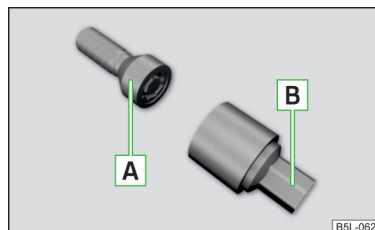

Fig. 245
Șuruburile de roată antifurt protejează roțile față de un furt. Acestea pot fi **slăbite/strânse** exclusiv cu adaptorul **B** » fig. 245.
- ▶ Introduceți cheia de roți pe șurub până la capăt. Pentru șuruburile de roată antifurt folosiți adaptorul corespunzător » fig. 245 la pagina 227.